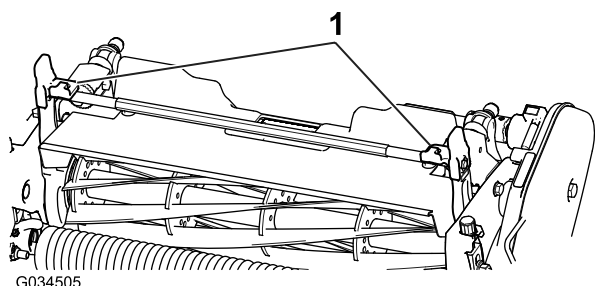
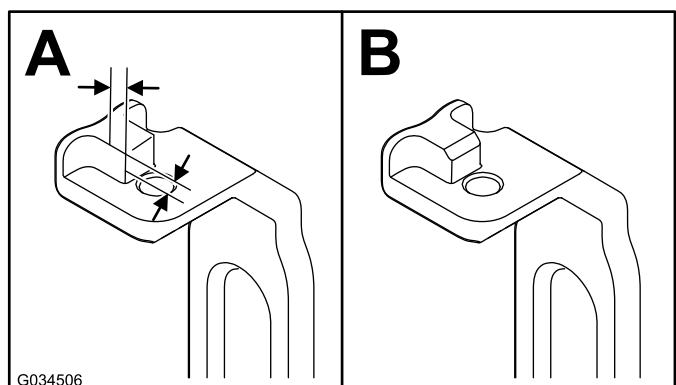

Bild 3
Bild 4
2. Messen Sie an beiden Neigungsarmen (Bild 3) 2,3 mm an den Nasen nach innen und fräsen Sie die Ecke ab, wie in Bild 4 abgebildet.